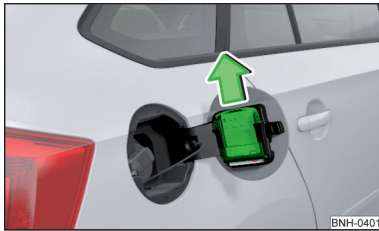

Abb. 141
- Den Eiskratzer in Pfeilrichtung herauschieben » Abb. 141.